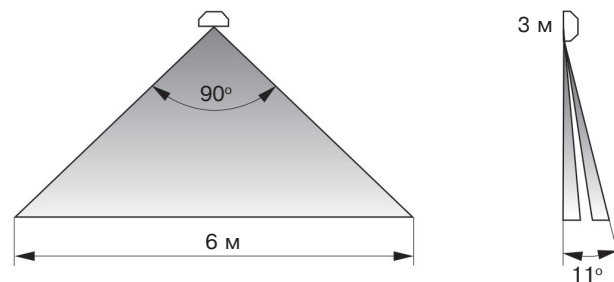

Рисунок 2
8.1 Проверку зоны обнаружения (рисунок 2) производить следующим образом: